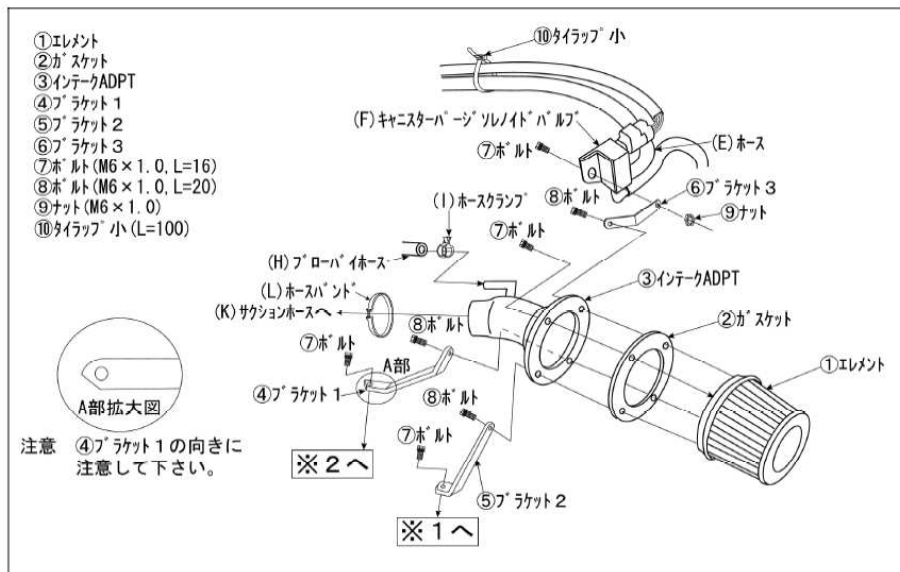

図4
2. 下図4～5を参照してPOWER INTAKEを組立ててください。この時、各ボルト・ナットは仮締めの状態にしておいてください。